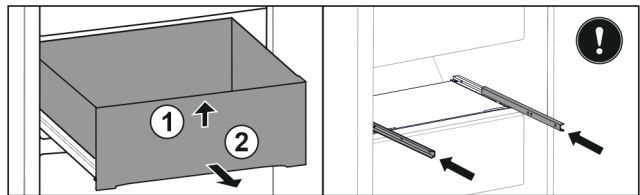

Fig. 123
- ▶ Повдигнете чекмеджето отпред. Fig. 123 (1)
- ▶ Извадете чекмеджето напред. Fig. 123 (2)